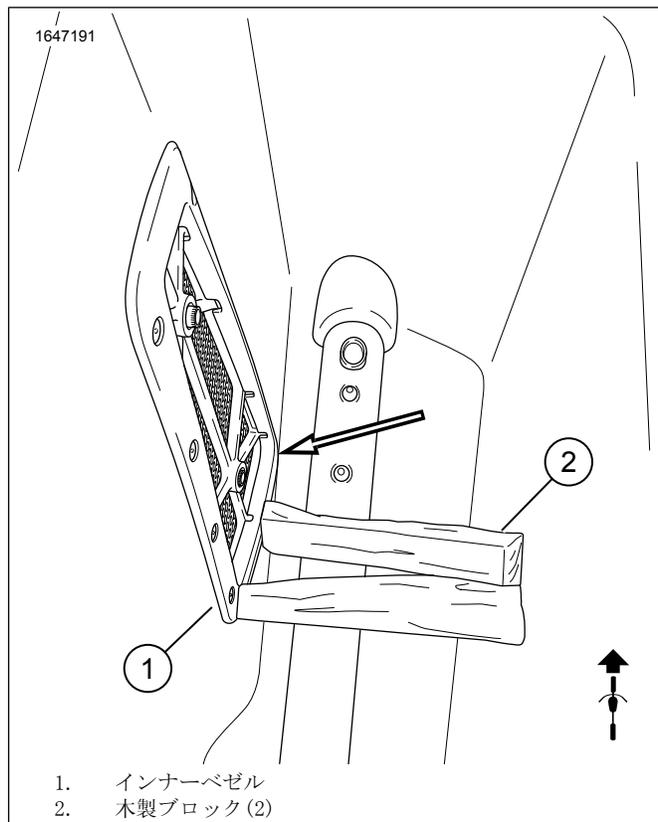

図14。木製くさび
9. 図14を参照してください。シーリングの性能を最大にするには、インナーベゼル(1)に木製くさびを使用します。24時間固定します。